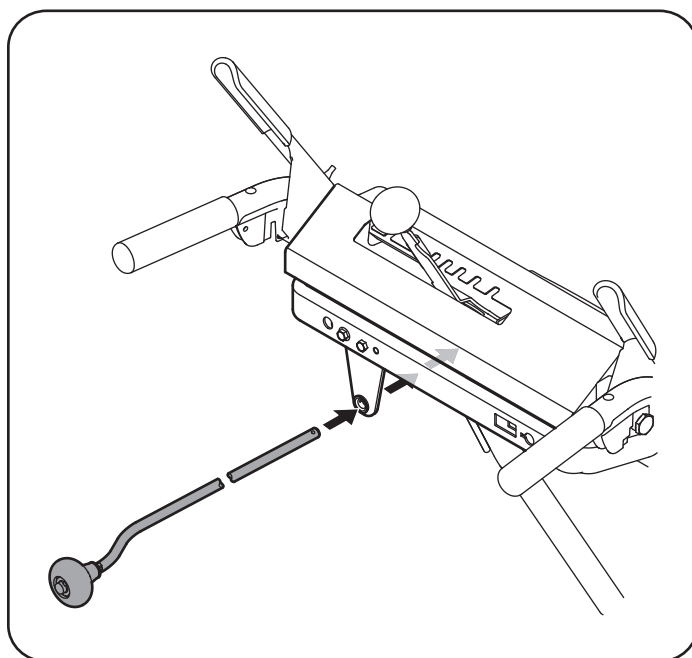

Figura 7
5. Insertar el control direccional del canal en el soporte de apoyo en la parte trasera del tablero de instrumentos. Véase la Figura 7.